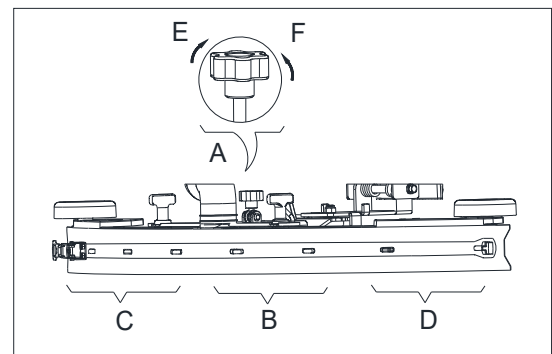

Abbildung 5
3. Stellen Sie die Rakel über den Rakel-Einstellgriff (A, Abbildung 5) ein.
- a) Bei einer Lücke zwischen dem Boden und dem des Heckrakelblatts (B) wird der Knopf (A) gegen den Uhrzeigersinn in Richtung (F) gestellt, bis das gesamte Heckrakelblatt guten Bodenkontakt aufweist und das vordere Blatt den Boden leicht berührt.
- b) Bei einer Lücke zwischen dem Boden und beiden Blattenden (C und D) wird der Knopf (A) im Uhrzeigersinn in Richtung (E) gestellt, bis beide Heckrakelblattenden guten Bodenkontakt aufweisen und das vordere Blatt den Boden leicht berührt.